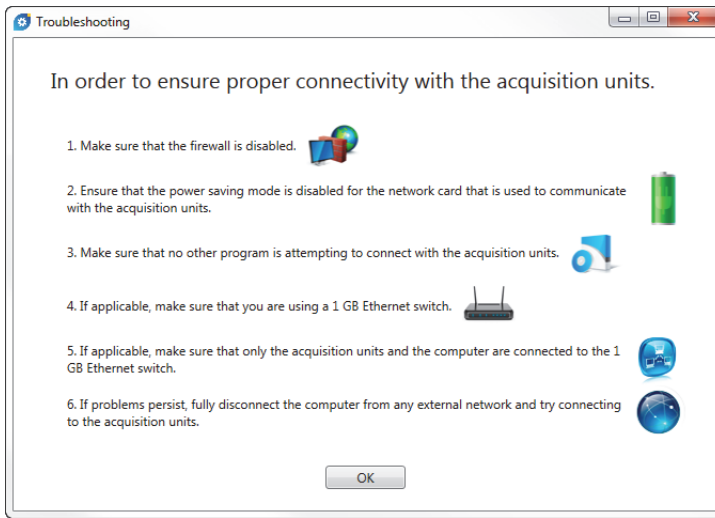

Figura 1-21 Ejemplo de cuadro de diálogo Troubleshooting
- ◆ Haga clic en la opción **Troubleshooting** (Solución de problemas) para visualizar una lista con las posibles causas que producen los problemas de conexión. A continuación, siga las instrucciones que se detallan (ver Figura 1-21 en la página 42).